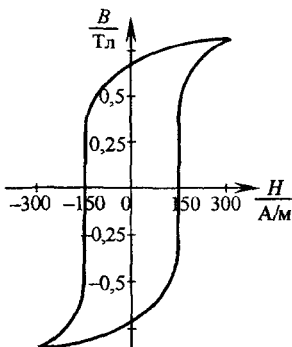

Рис. 2.17
**Задача 2.20.** На рис. 2.17 изображена петля перемагничивания стального сердечника, снятая при очень низкой частоте  $f \rightarrow 0$ .